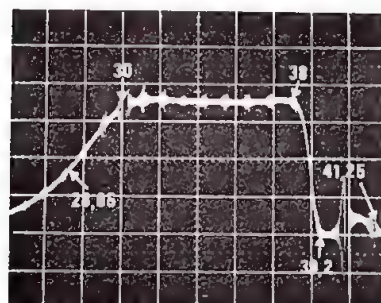

Fig. 3.
c. - Réglage de la sélectivité groupée (largeur de bande). Régler T 101, T 104 (noyaux supérieur et inférieur) et T 105 (noyau inférieur), pour obtenir une courbe conforme à la figure 3.